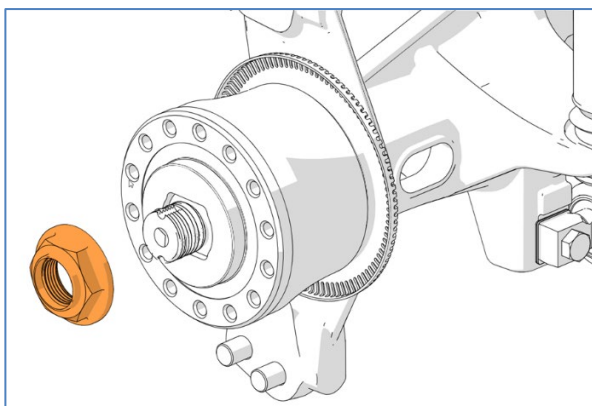

Figure 18
18. Dévisser l'écrou de moyeu et jeter (Figure 18).